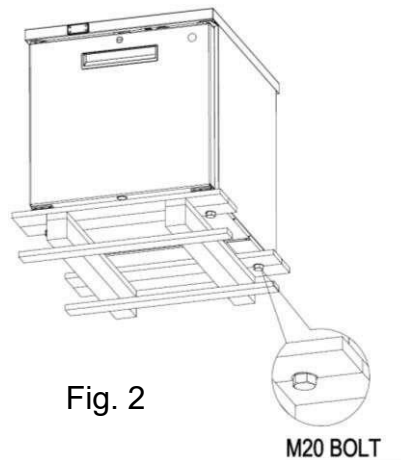

Fig. 2
- Ta bort de två M20-bultarna från enhetens undersida (se fig. 2).